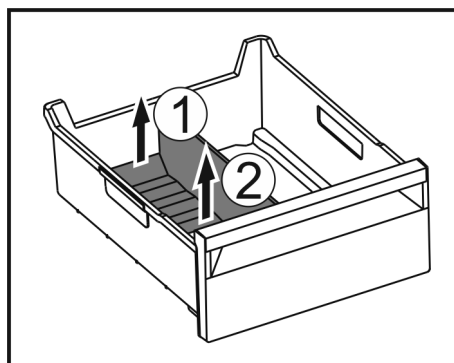

Fig. 74
- ▶ Sollevare la parte posteriore del divisore dello scomparto del ghiaccio. Fig. 74 (1)
- ▶ Rimuovere il divisore dello scomparto del ghiaccio verso l'alto. Fig. 74 (2)